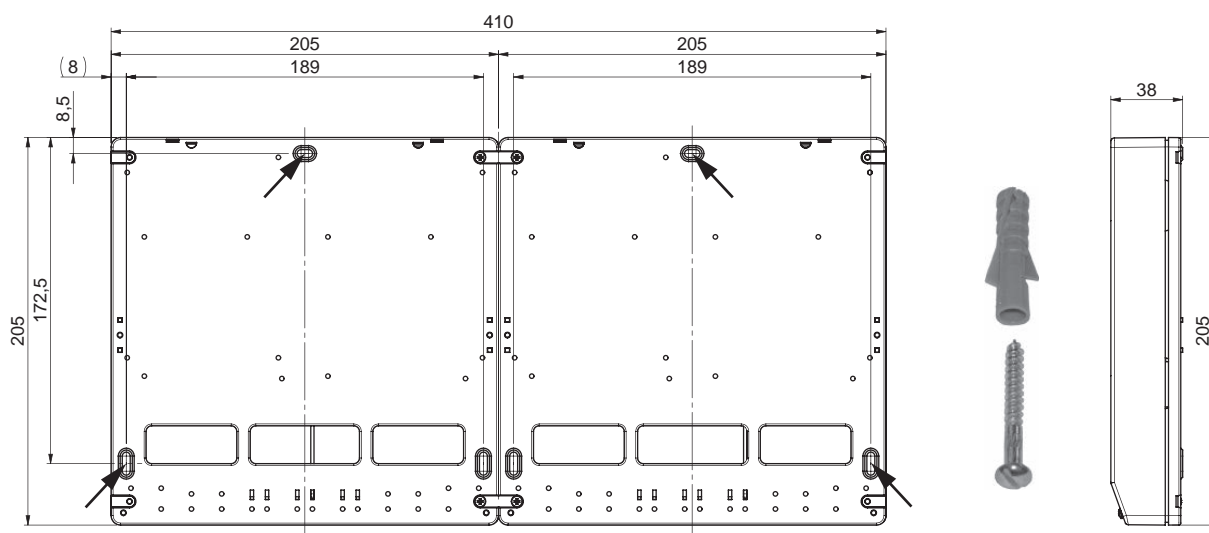

Fig. 139 Schizzo quotato - vista da dietro
- ▶ Praticare i fori di montaggio ( $\varnothing$  6 mm) nel muro come nello schizzo (Fig. 139).